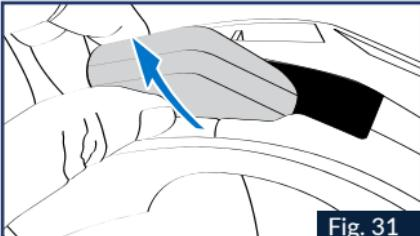

Fig. 31
2. Rimuovere l'elemento in polistirolo bianco dallo spazio sul retro del casco (Fig.31)